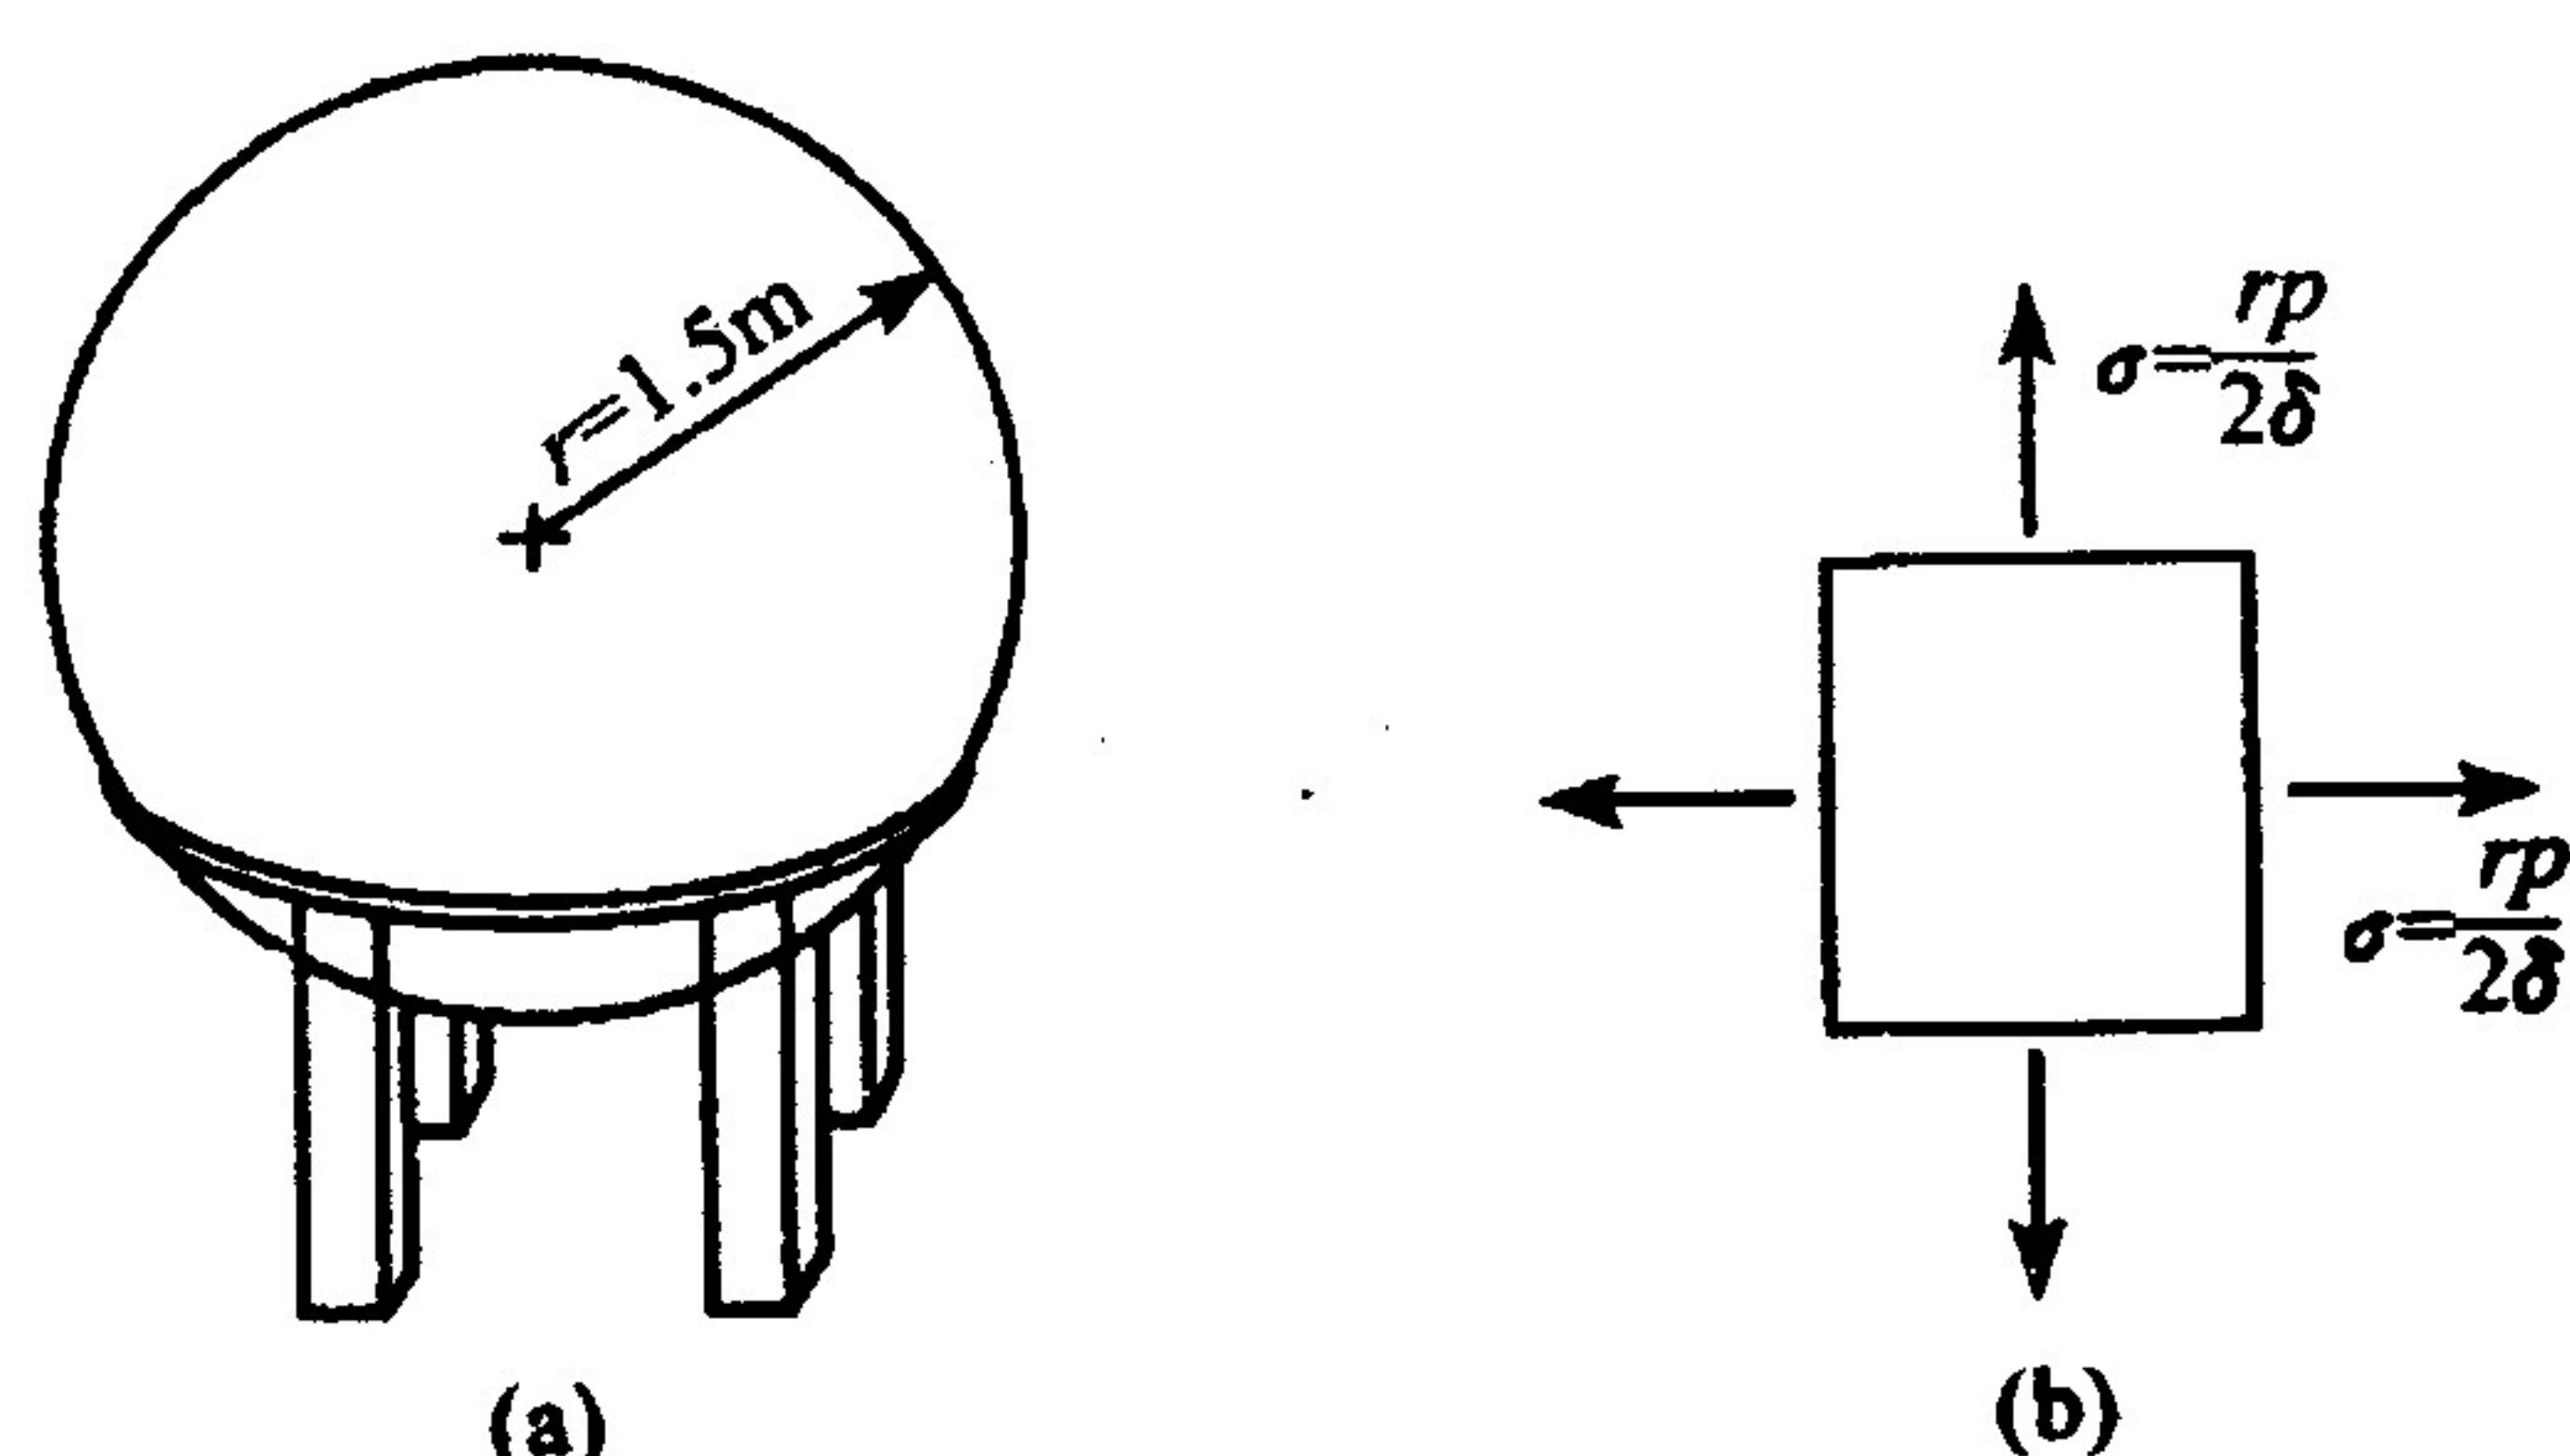

图 2.2
2.2 钢制球形气罐(图 2.2)的内径 $r = 1.5\text{m}$, 若罐内承受 $p = 300\text{kPa}$ 的气压, 且最大正应力不允许超过 12MPa 时, 求气罐所需的最小厚度 δ 。(15 分)
解 这是薄壁压力容器进行设计的题目。在承受内压的球形气罐中, 其单元体近似是一个二向等拉单元体(图 2.2(b))。且 $\sigma_1 = \sigma_2 = \sigma = \frac{rp}{2\delta}$, 而 $\sigma_3 \approx 0$ 。